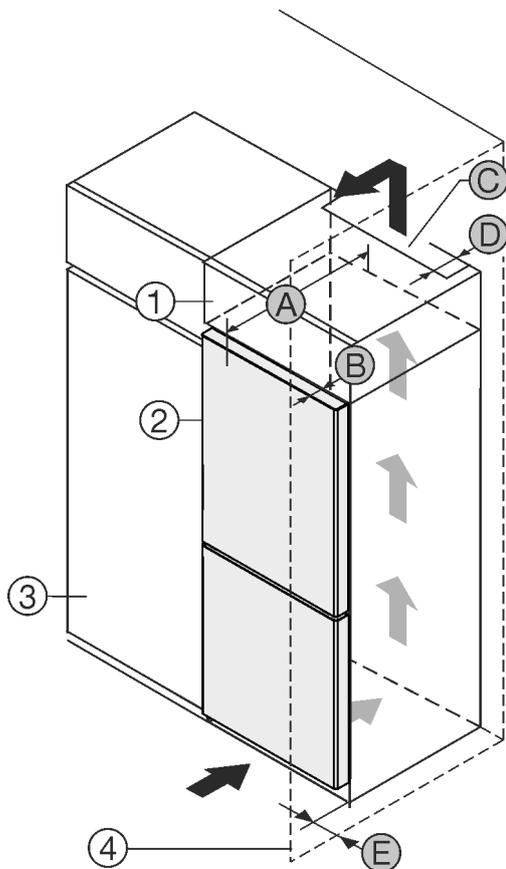

Fig. 1
- (1) Aufsatzschrank
- (2) Gerät
- (3) Küchenschrank
- (4) Wand
- (A) Gerätetiefe
- (B) Türtiefe
- (C) Belüftungsquerschnitt
- (D) Abstand Geräterückseite
- (E) Abstand zur Geräteseite
Gerät direkt neben dem Küchenschrank Fig. 1 (3) aufstellen.\*
An der Rückseite des Aufsatzschrankes muss ein Abluftschacht mit der Tiefe Fig. 1 (D) über die gesamte Aufsatzschrankbreite vorhanden sein.
Unter der Raumdecke muss der Entlüftungsquerschnitt Fig. 1 (C) eingehalten werden.
Wenn das Gerät mit den Scharnieren neben einer Wand Fig. 1 (4) aufgestellt wird, muss der Abstand zwischen Gerät und Wand mindestens 40mm betragen. Dies entspricht dem Griffüberstand bei geöffneter Tür.
Um die Türe vollständig öffnen zu können, muss Gerät um die Türtiefe Fig. 1 (B) gegenüber der Küchenschrankfront vorstehen. Abhängig von der Tiefe der Küchenschränke Fig. 1 (3) und Verwendung von Wandabstandshaltern kann das Gerät weiter herausragen.\*
Um die Türe vollständig öffnen zu können, muss Gerät um die Türtiefe (B) gegenüber der Küchenschrankfront vorstehen. Abhängig von der Tiefe der Küchenschränke Fig. 1 (3) und Verwendung von Wandabstandshaltern kann das Gerät weiter herausragen.\*